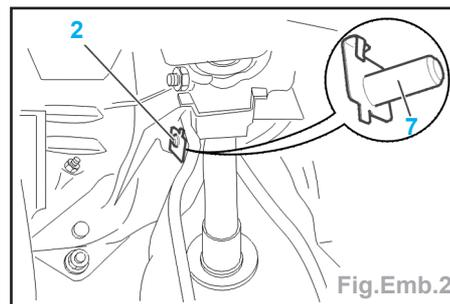

Fig.Emb.2
- Déposer l'axe maintenu par une agrafe élastique (2) (Fig.Emb.2).